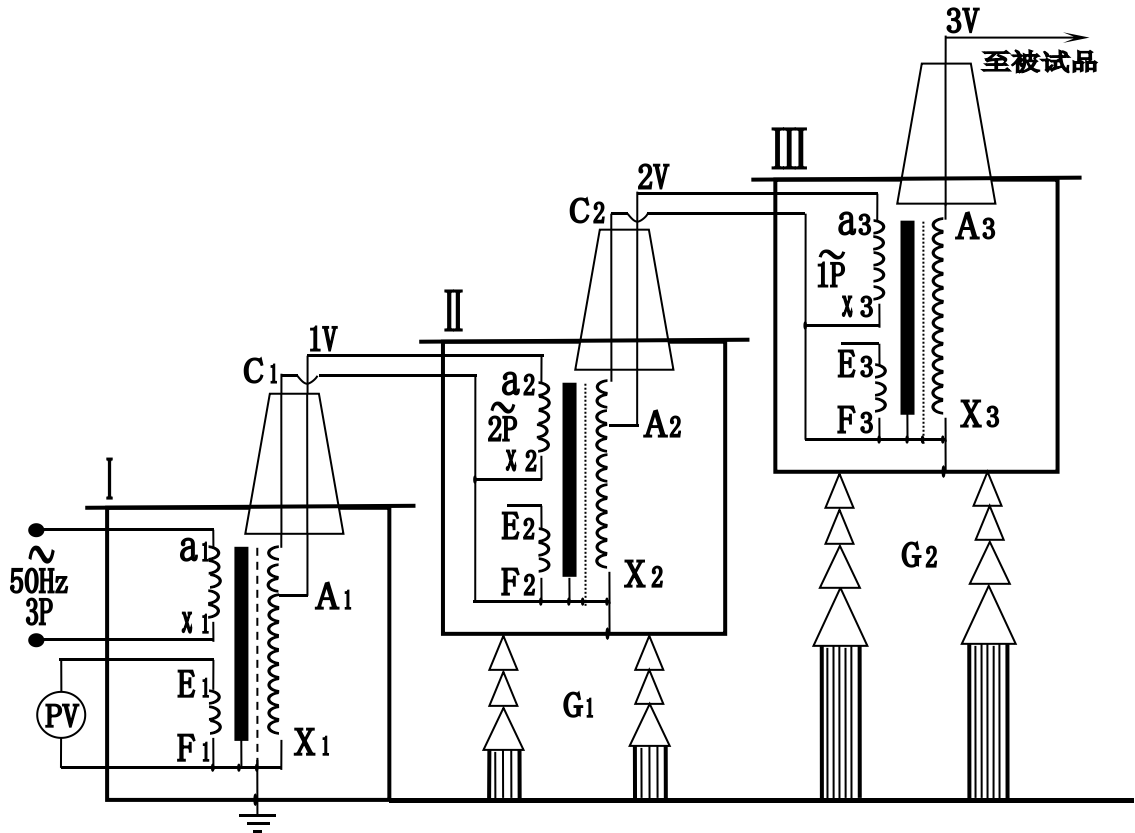

图 5：三台工频试验变压器串联接线原理图
3、三台工频试验变压器串级获得更高电压的接线原理见图 5。串级高压工频试验变压器有很大的优越性，因为整个试验装置由几台单台工频试验变压器组成，单台工频试验变压器容量小、电压低、重量轻，便于运输和安装。它既然可串接成高出几倍的单台工频试验变压器输出电压组合使用，又可分开成几套单台工频试验变压器单独使用。整套装置投资小，经济实惠。图 5 中，在第一级和第二级的每个单元工频试验变压器中都有一个励磁绕组 A_1 、 C_1 和 A_2 、 C_2 。在三台串级工频试验变压器基本原理中，低压电源加在工频试验变压器 I 的初级绕组 a_1x_1 上，单台工频试验变压器 I、II、III 的输出电压都是 V 。励磁绕组 A_1 、 C_1 给第二级工频试验变压器 II 的初级绕组供电；第二级工频试验变压器 II 的励磁绕组 A_2 、 C_2 给第三级工频试验变压器 III 的初级绕组供电。第二级工频试验变压器 II 和第三级工频试验变压器 III 的箱体分别处在对地为 1V 和 2V 的高电位上，所以箱体对地是绝缘的，工频试验变压器 I 的箱体是接地的。这样第一级、第二级、第三级工频试验变压器对地的额定输出电压分别为 1V、2V、3V；其额定容量分别为 3P、2P、1P。